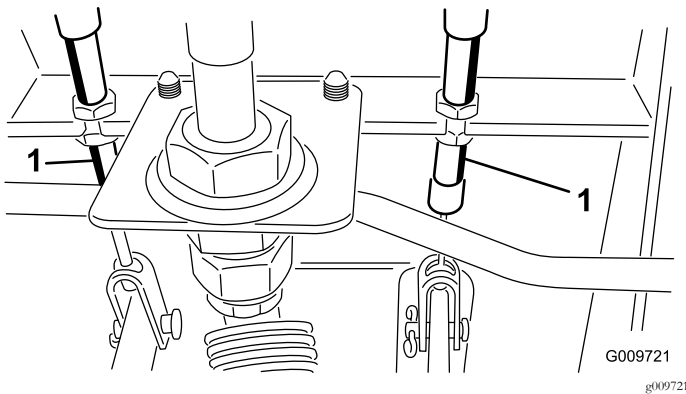

Bild 64
- A. Lockern Sie die vordere Mutter an der Gewindeseite des Bremszuges (Bild 64).